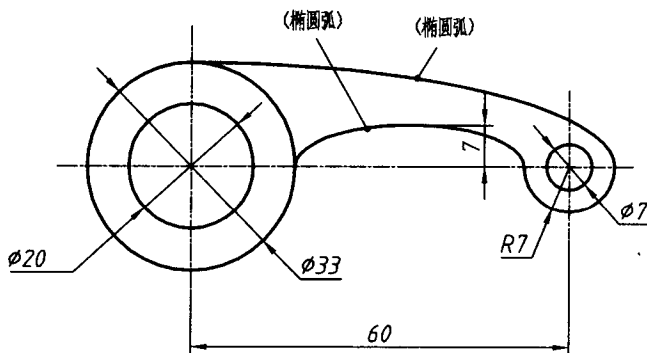

图 1-10
1. 绘制图 1-10 所示的圆弧连接的平面图形（不标注尺寸），设置绘图界限为 297×210 。